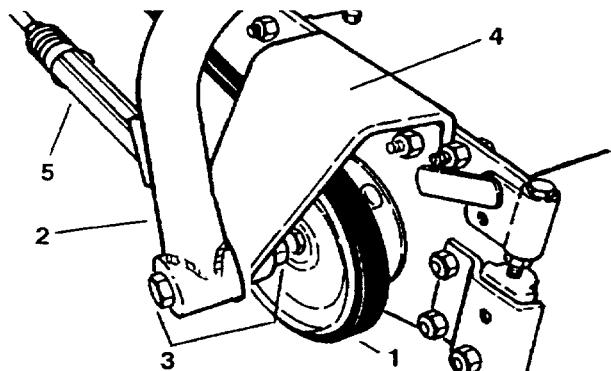

Figure 46
- Acheminer les (3) courroies trapézoïdales (deux non montées) autour des poulies de l'arbre de renvoi et des poulies du cylindre (Fig. 46).
1. Du côté poulie des unités de coupe avant et aux deux extrémités de l'unité de coupe arrière, enlever l'écrou du boulon qui fixe le châssis porteur au support du tendeur (Fig. 46).
1. Du côté poulie des unités de coupe avant et aux deux extrémités de l'unité de coupe arrière, mettre une rondelle, une entretoise, une tige de tension de courroie et une entretoise sur le boulon à tête (Fig. 46).